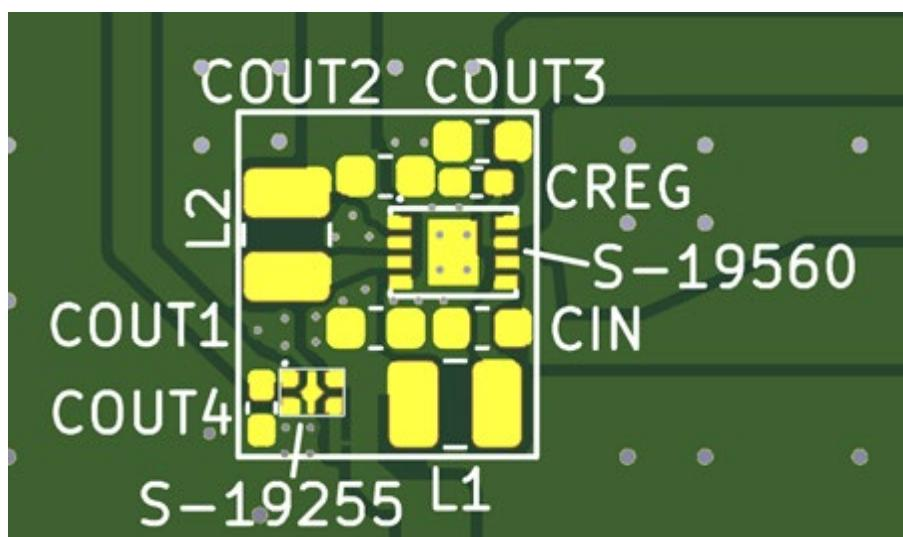

図8 基板レイアウト例 (拡大図)
- 図8の基板レイアウト例では、S-19255シリーズの入力と $C_{OUT1}$ の距離を短くすることで、S-19255シリーズの入力コンデンサを省略しています。S-19255シリーズが離れた場所に配置される場合は、S-19255シリーズ用の入力コンデンサを追加してください。